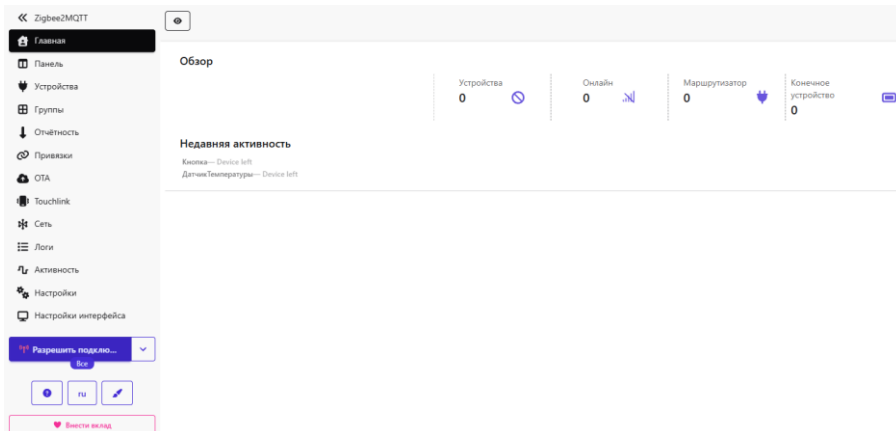

Рис. 3.32. Раздел «Главная» Zigbee2MQTT
1. Переходим в раздел “Главная” и нажимаем “Разрешить подключение” (рис. 3.32).